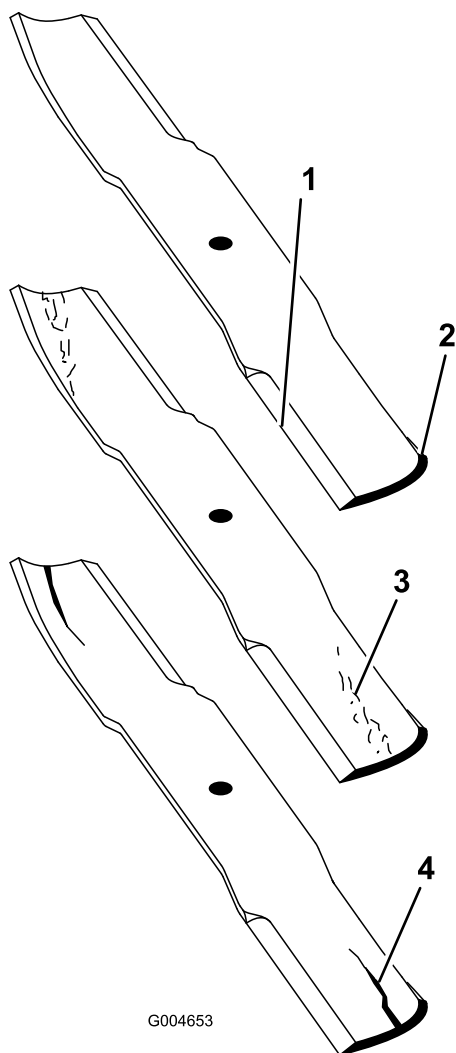

Figura 86
2. Examine cuidadosamente los extremos de corte de la cuchilla, sobre todo en el punto de reunión entre la parte plana y la parte curva de la cuchilla (Figura 86). Puesto que la arena y cualquier material abrasivo pueden desgastar el metal que conecta las partes curva y plana de la cuchilla, compruebe la cuchilla antes de utilizar el cortacésped. Si se aprecia desgaste (Figura 86), cambie la cuchilla.